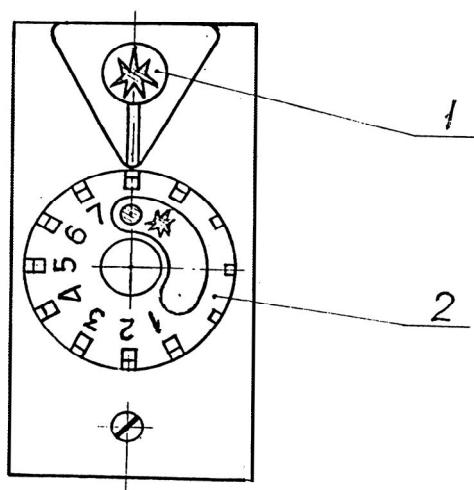

Рисунок 4
7.1 Включення апарату (див. рис. 4) виконуйте в такій послідовності: